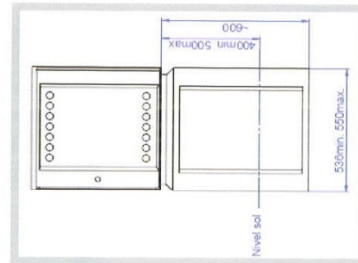

Fig. 1
- fixată pe soclu (vezi Fig.1)